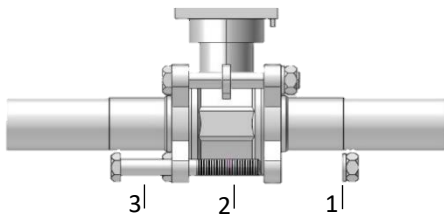

Abbildung 15: Ventilkörper - Demontage
5. Muttern 1 ganz aufdrehen, s. Abbildung 15.